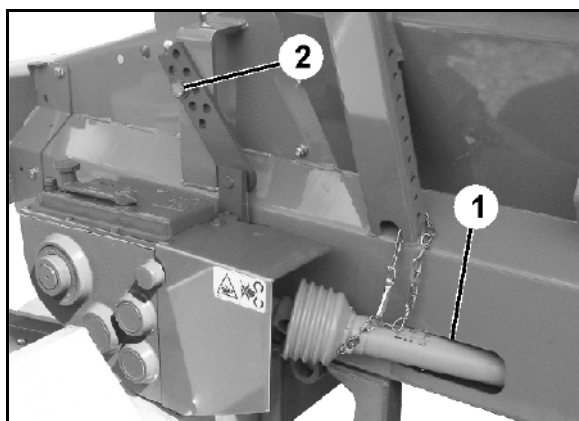

Fig. 105
- Aprire le paratoie di chiusura dopo l'ingresso nella pista sul punto P1 (Fig. 105), se i dischi spargitori distano del tragitto X dalla pista della capezzagna.
- Chiudere le paratoie prima dell'uscita dalla pista sul punto P2 (Fig. 105), se i dischi spargitori si trovano all'altezza della prima pista della capezzagna.